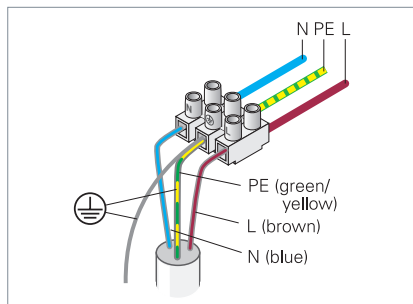

Fig. 7: Collegamento dell'apparecchio d'illuminazione con sensori.
- ▶ Collegare la fune metallica sul lato di collegamento dell'apparecchio d'illuminazione al morsetto del conduttore di terra, vedi Fig. 7.